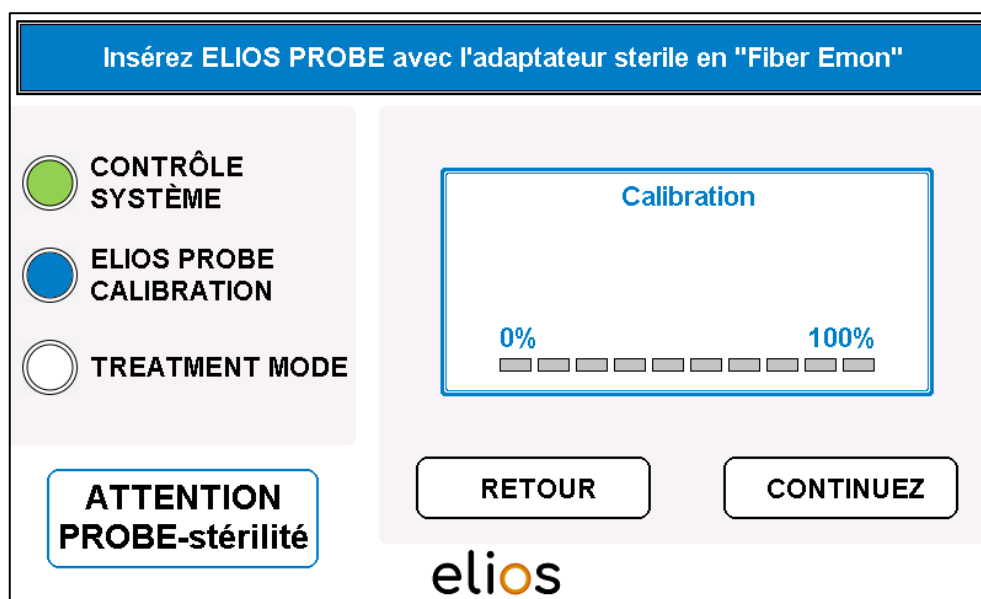

**Fig. 4-9: Fibre insérée avec un adaptateur stérile**
- La fibre avec l'adaptateur stérile doit être insérée dans la prise du moniteur d'énergie sur le panneau avant du laser, aussi loin que possible (Fig. 4-9).